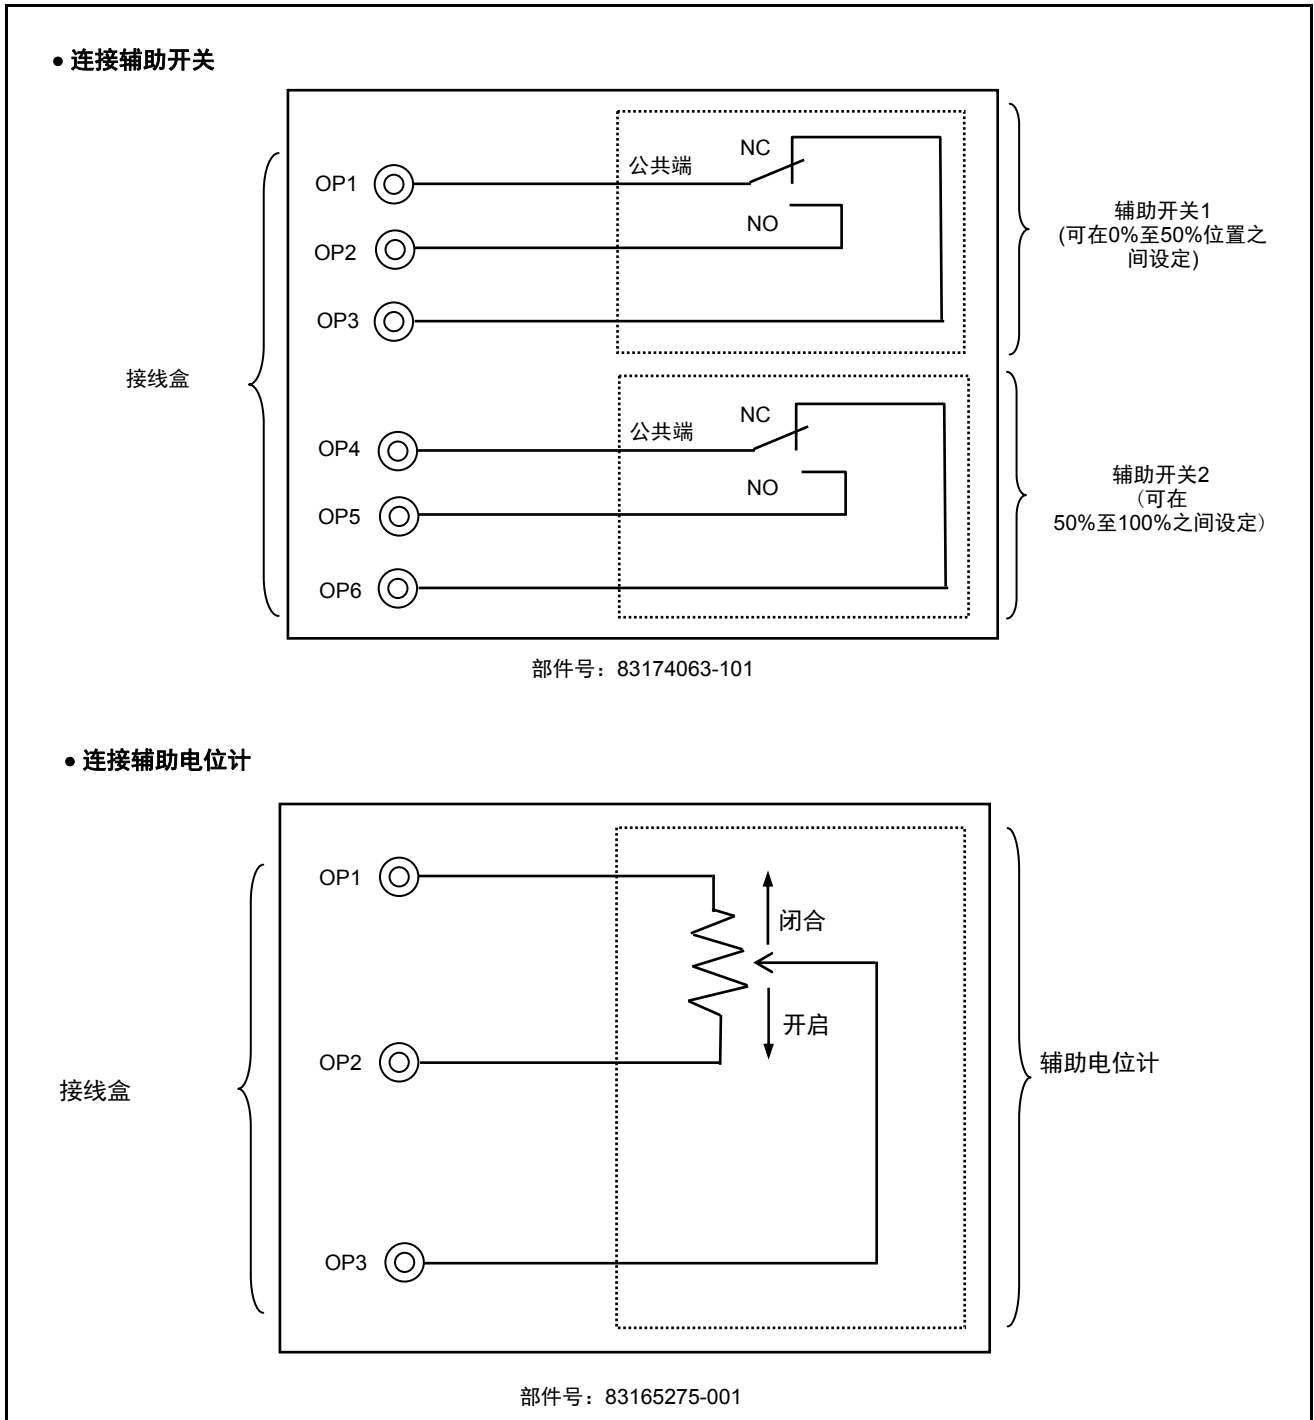

图17 辅助开关/辅助电位计接线
❗	<ul style="list-style-type: none"> <li>辅助开关以及辅助电位计现场安装。(参考图 17)参考其附加的指示。</li> </ul>
- 3) 使用M3.5 螺钉将缆线正确连接至端子，可参考图10至14中的接线端子图以及图15和16中的接线示例(关于辅助开关或者辅助电位计的接线，参考图17)。